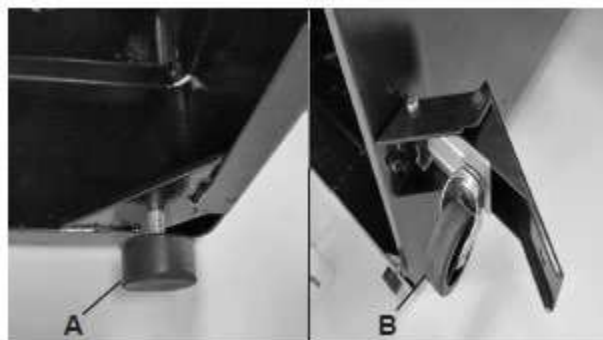

Рис. 1
2. Ввернуть две регулируемые ножки в нижнюю правую часть основания (рис. 1, А).
3. Установить узел педали сбоку основания с помощью трех винтов с шестигранным шлицем М8 х 50, с шестью плоскими шайбами на 8 мм, тремя пружинными шайбами на 8 мм и тремя гайками М8 (рис. 1, В).